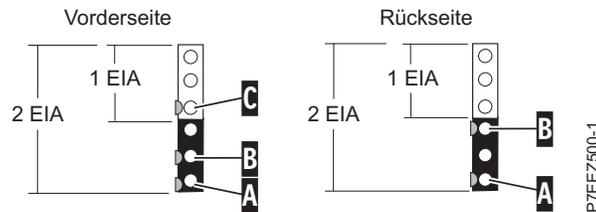

Abbildung 2. Bohrungen an der Vorder- und Rückseite des Rackrahmens markieren
2. Beginnen Sie an der Bohrung mit der Markierung **A**, zählen Sie eine Bohrung nach oben und bringen Sie eine zweite Markierung **B** an. Markieren Sie das Rack so, dass die Markierung auch von der Rückseite des Racks aus sichtbar ist (siehe Abb. 2).
3. Beginnen Sie an der Bohrung mit der Markierung **B**, zählen Sie zwei Bohrungen nach oben und bringen Sie eine dritte Markierung **C** an (siehe Abb. 2).
7. Beginnen Sie an der Bohrung mit der Markierung **A**, zählen Sie zwei Bohrungen nach oben und bringen Sie eine zweite Markierung **B** an (siehe Abb. 2).